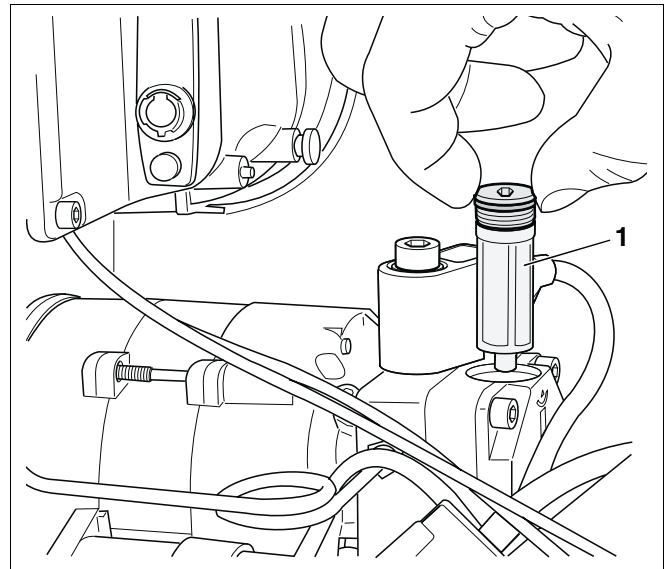

Fig. 16 Kontrol af oliepumpefiltret
- Træk oliepumpefiltret (fig. 16, **pos. 1**) ovenud.
- Rens oliepumpefiltret (fig. 16, **pos. 1**) med rensebenzin (udskift om nødvendigt), og monter det i oliepumpen igen.